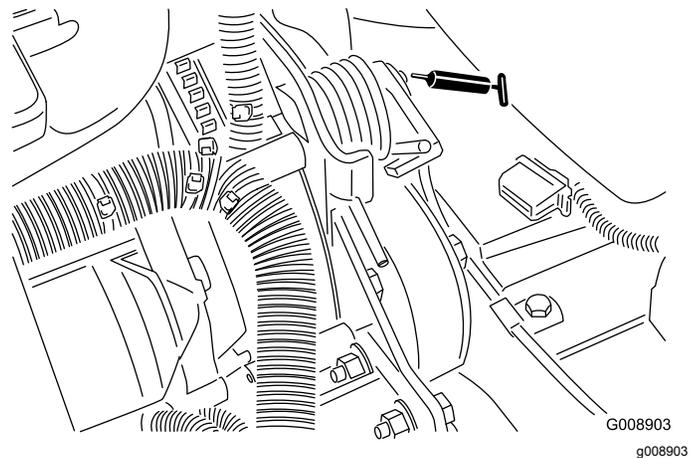

Figura 58
- Pivote tensor de la correa (Figura 58)